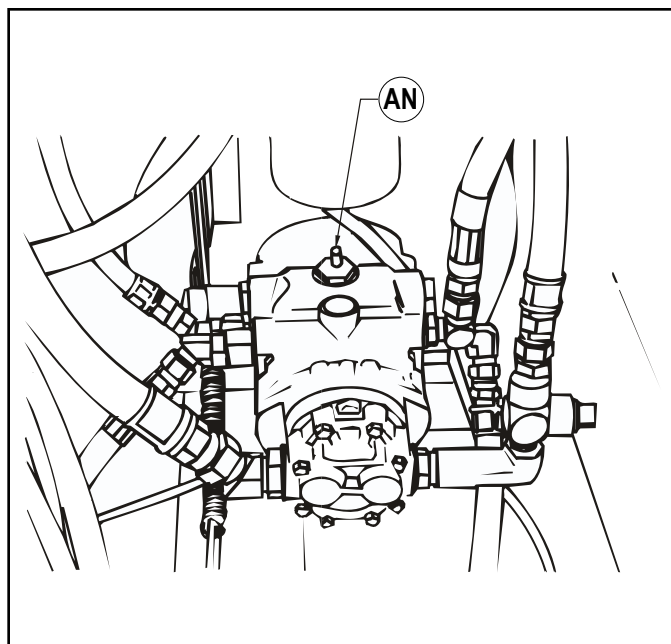

ABBILDUNG 21
HINWEISE ZUM ABSCHLEPPEN (SIEHE ABBILDUNG 21)
1. Den Bolzen der Abschleppvorrichtung (**AN**) suchen, wie in Abbildung 21 gezeigt. (Siehe Pfeil)